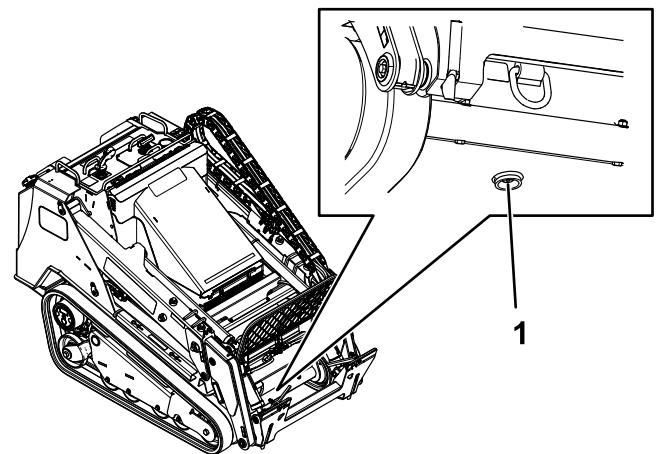

Figura 83
6. Coloque un recipiente grande con capacidad para 57 litros (15 galones US) debajo del tapón de vaciado situado en la parte delantera de la máquina (Figura 83).
7. Retire el tapón de vaciado y deje fluir el aceite al recipiente (Figura 83).